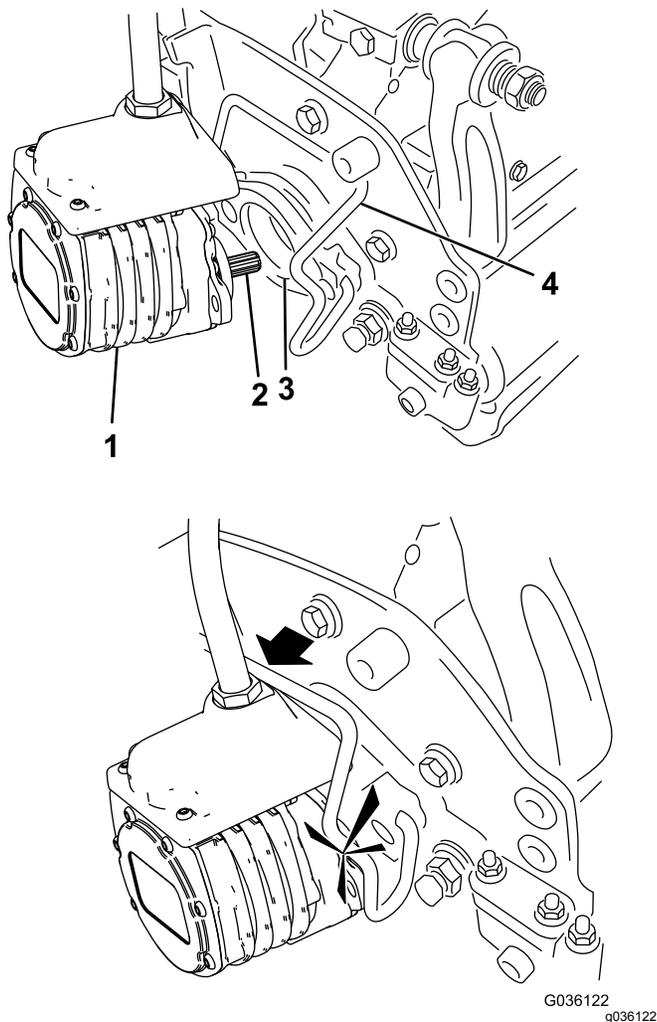

图33
- 在滚刀组马达的花键轴上涂抹干净的润滑脂图33。
- 将马达插入滚刀组左侧从操作员的位置看并将滚刀组上的马达固定架拉向马达直到听见马达两侧发出“咔哒”的声音图33。